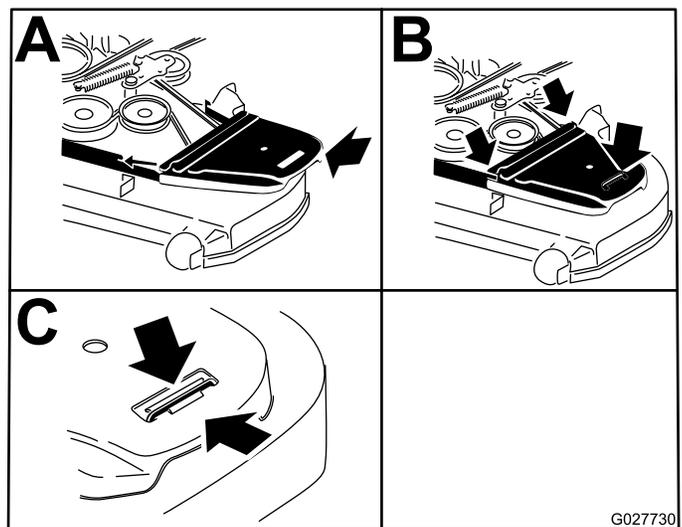

Figure 87
- Posez les couvercles de courroie (Figure 87).